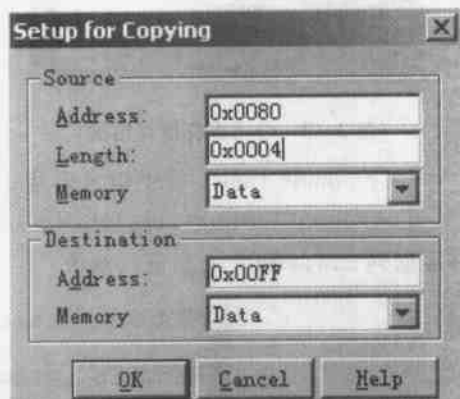

图 3.7 存储块复制对话框
(4) Memory→Copy 能将某一存储块(利用起始地址和长度)的数据复制到另一存储块。单击该命令,将出现如图 3.7 所示的对话框。对话框中是指将从 0x0080 开始的长度为 4 的数据段存储器的值拷贝到数据段 0x00FF 处。